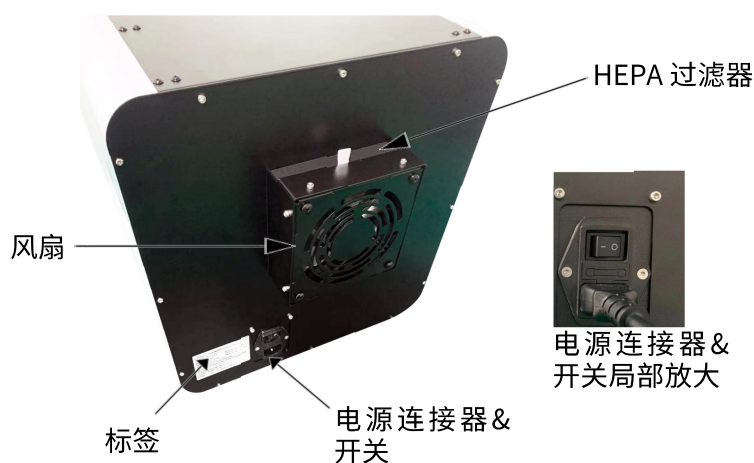

图 2-2. Purifier 32 后视图
## 后视图 Purifier 32 的后视图，请见图 2-2。
- 始终确保实验室的电源电压符合仪器背面类型标签上的规定（图 2-2）。
**警告** 确保后面板上的电源开关（图 2-2）处于“O”位置。切勿连接没有接地的电源插座。请勿使用厂家提供的电源线以外的其他电源线。
1. 将电源线连接到电源连接器上，插入仪器（图 2-2）。
在开启 Purifier 32 之前，请确保后面板左下方类型标签（图 2-2）上的电压与本地电压相符。